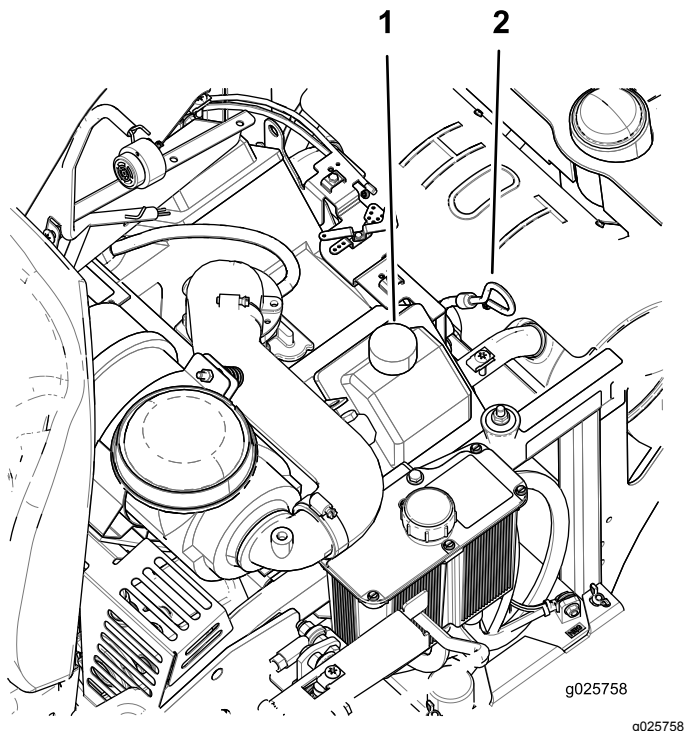

Figura 38
5. Pulite l'area attorno all'asta di livello (Figura 38).
9. Se il livello dell'olio è basso, pulite l'area attorno al coperchio di riempimento olio, rimuovetelo e riempite fino al simbolo **full** sull'asta di livello. (Figura 38).
4. Versate lentamente circa l'80% dell'olio indicato nel tubo di rifornimento e sempre con cautela rabboccate l'olio necessario per portarlo alla tacca di **Full (pieno)** sull'asta di livello (Figura 38).
5. Avviate il motore e guidate verso una zona pianeggiante: Controllate nuovamente il livello dell'olio (Figura 38).